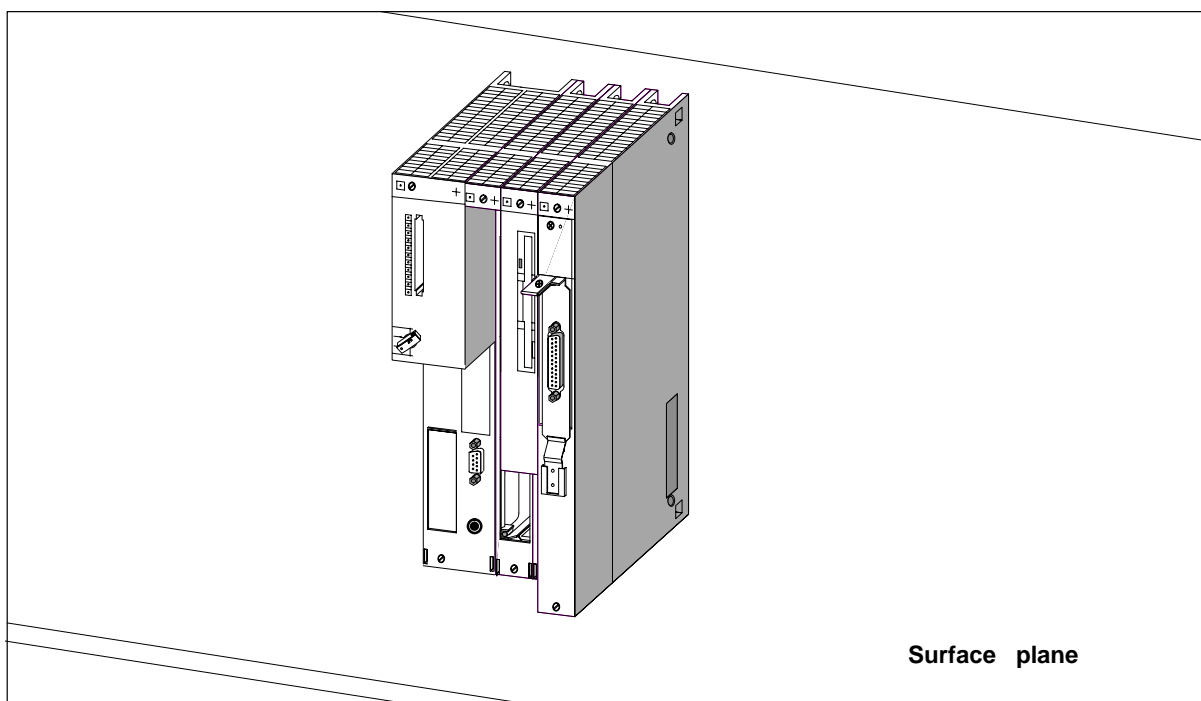

Figure 8-25 Groupe de modules constitué d'une CPU et de ses extensions
9. Posez le groupe de modules sur une surface plane (figure 8-25).